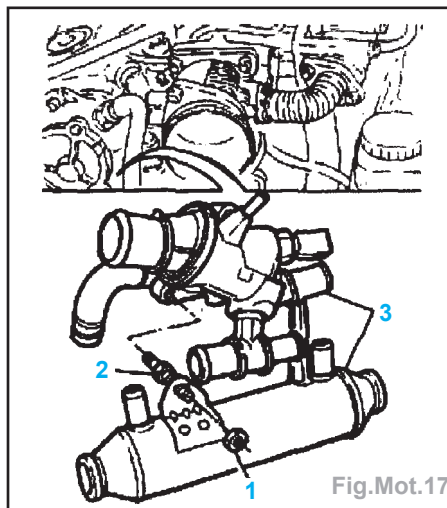

Fig.Mot.17
- l'ensemble thermostat et tube (3) (Fig.Mot.17).